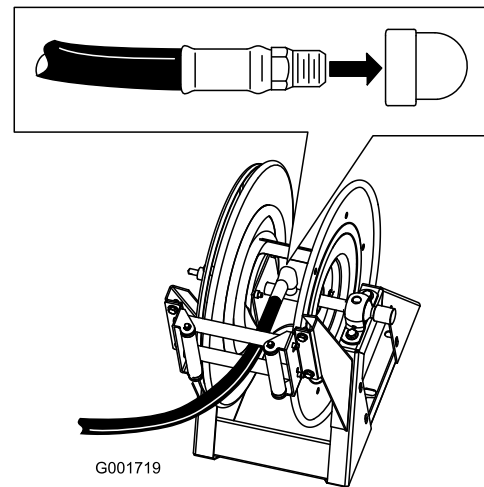

Bild 19
- Wickeln Sie Teflonband um das Gewinde an der Schlaucharmatur am langen Schlauch und setzen Sie die Armatur in das Anschlussrohr am Wagen ein (Bild 19).